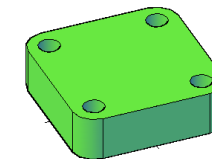

Рис. 24.
- ◆ Формируем отверстия на фланце (рис. 24).